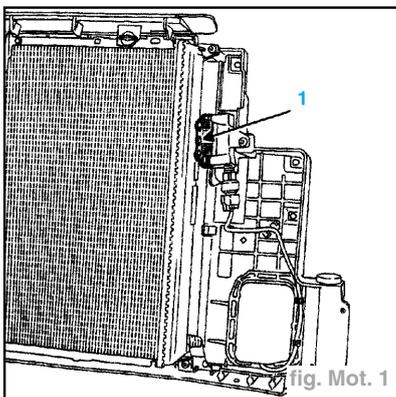

fig. Mot. 1
- Retirer la vis (1) de bride de maintien des tubes de liaison de liquide réfrigérant en prenant soin d'obturer les tuyaux et les raccords à l'aide de bouchons (fig. Mot. 1).